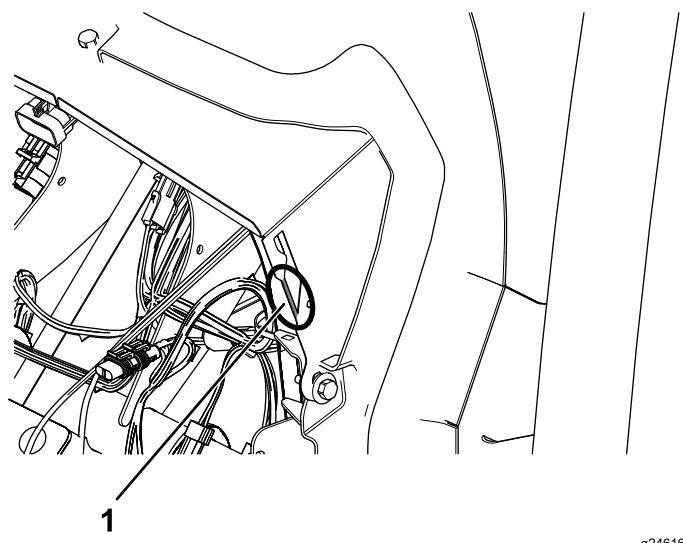

Figure 41
3. Avec un cisaille de ferblantier, enlevez le tenon d'expédition de chaque côté de la gouttière d'évacuation (Figure 41).